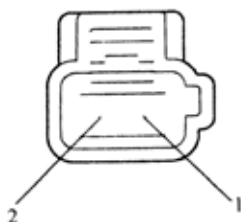

图 9-107
17.检查左侧前座椅内部安全带总成(如图 9-107 所示)